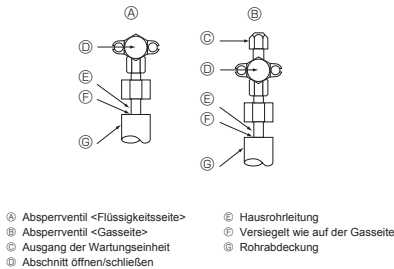

Fig. 5-4
5.4. Verfahren zum Prüfen der Rohre auf Dichtigkeit (Fig. 5-4)